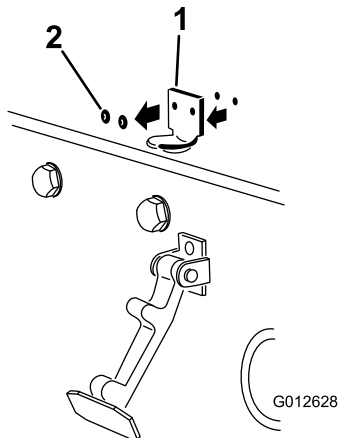

Figura 7
2. Retire os 2 rebites que prendem o suporte do trinco ao capot (Figura 7).